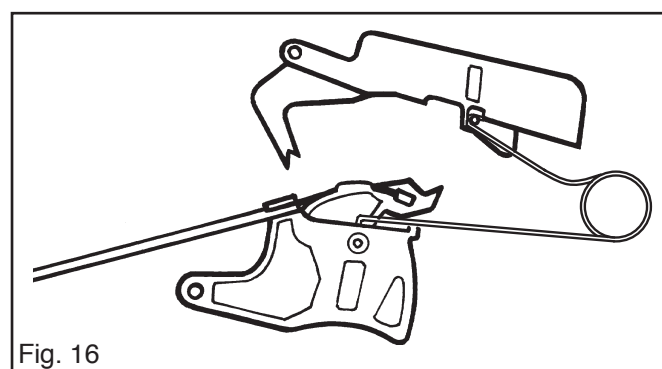

Fig. 16
3. Mettre le ressort dans l'évidement de la gâchette. Maintenir le ressort et introduire la gâchette dans l'évidement de la poignée. Voir fig. 16.
4. Monter en même temps le ressort sur la commande d'accélération comme sur la fig. 16.